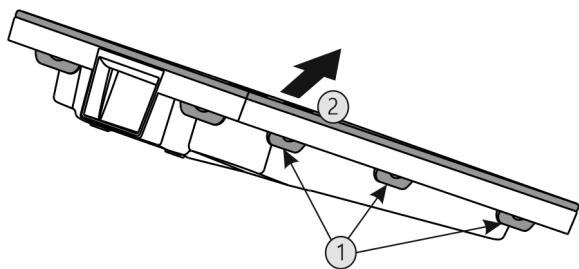

Fig. 38
- ▶ Trykk på alle bøyene Fig. 38 (1) etter tur, og ta ut dekelet Fig. 38 (2).